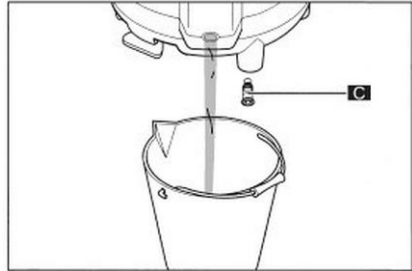

Fig. 45
6. Retire el tornillo de vaciado (C) del depósito de agua utilizando una moneda o la llave Allen.
7. Retire el tornillo de vaciado (C) y espere hasta que el agua haya salido completamente del depósito de agua (Fig. 45).